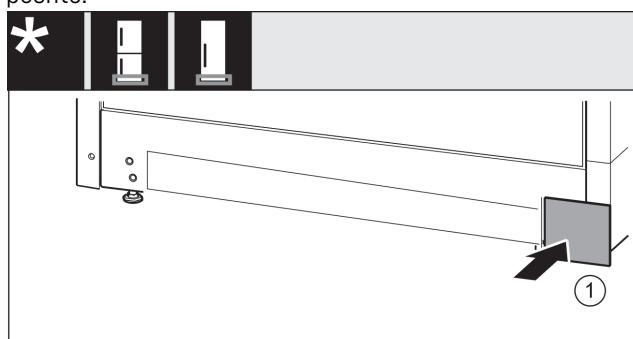

Fig. 19
- ▶ Vendosni sërisht në vend kapakun mbulues Fig. 19 (1) në anën tjetër.